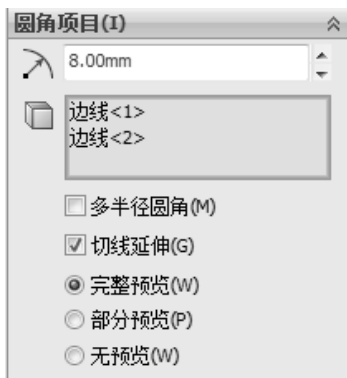
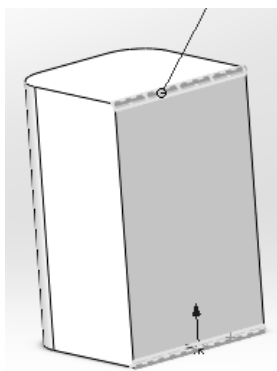
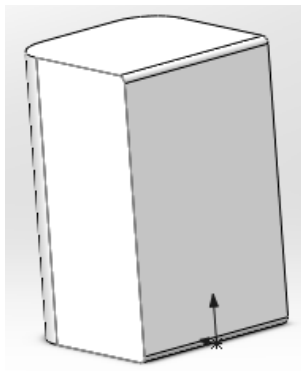

图 7-83 设置界面
图 7-84 选择的边线
图 7-85 圆角结果
(5) 单击圆角，设置界面如图 7-83 所示。选定圆角半径为 8.00mm。选择边线 1，边线 2，如图 7-84 所示，结果如图 7-85 所示。